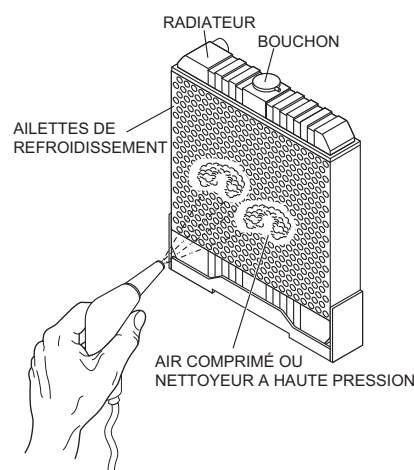

Figure 53. Nettoyage du radiateur
5. Soufflez la saleté et la poussière accumulées sur les ailettes du radiateur avec une pression d'air comprimé d'au moins 28 psi (193 kPa) (figure 53). Veillez à ne pas endommager les ailettes avec l'air comprimé.